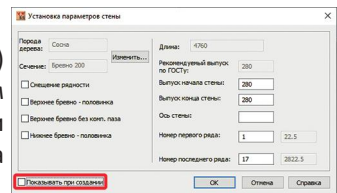

рис. 19
2. Далее введите координаты второго узла стены: **4200 0 0**. Нажмите **Enter**. Появится карточка параметров стены (см. рис. 19). По умолчанию эта карточка открывается после указания узлов каждой стены. Чтобы она больше не показывалась, уберите галочку возле пункта **Показывать при создании**.